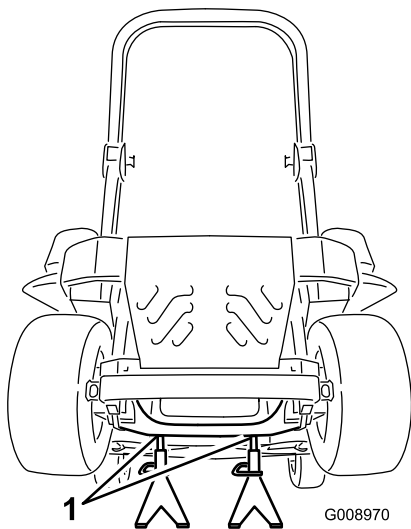

Figura 86
3. Levante la máquina y apóyela sobre soportes fijos (Figura 86).
9. Retire los soportes y baje la máquina (Figura 86).